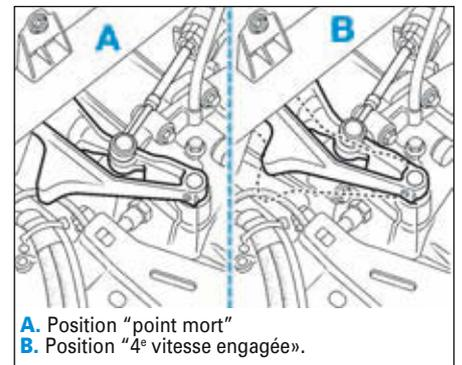

FIG.12
- Contrôler la position du levier sur la boîte de vitesses (Fig.12).
- Positionner une cale de 7,6 mm (2) entre la gâchette et la butée d'interdiction de marche arrière (Fig.12).